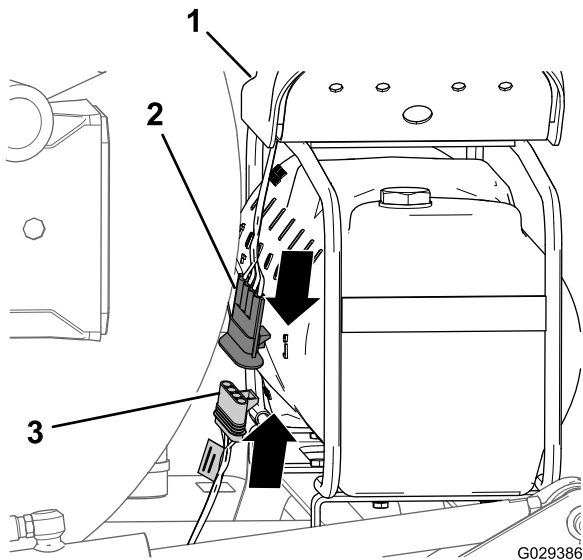

Figura 17
1. All'estremità della diramazione da 236 cm del cablaggio preassemblato, allineate il connettore a 4 prese del cablaggio preassemblato per il kit di finitura al connettore a 4 pin del cablaggio preassemblato proveniente dal compressore (Figura 17).
2. Inserite il connettore a 4 pin nel connettore a 4 prese (Figura 17).